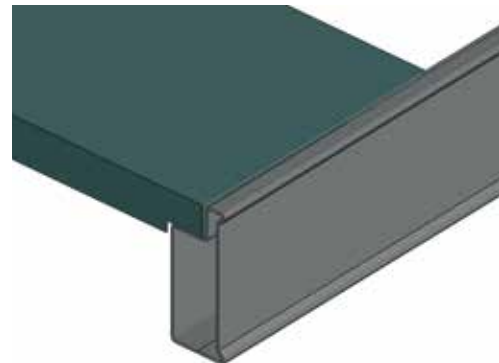

Abb. 82 ARP-Traverse mit eingelegtem Einlegeboden ARP
- die Einlegeböden ARP (Abb. 82) auf ARP-Traversen eingelegt werden.